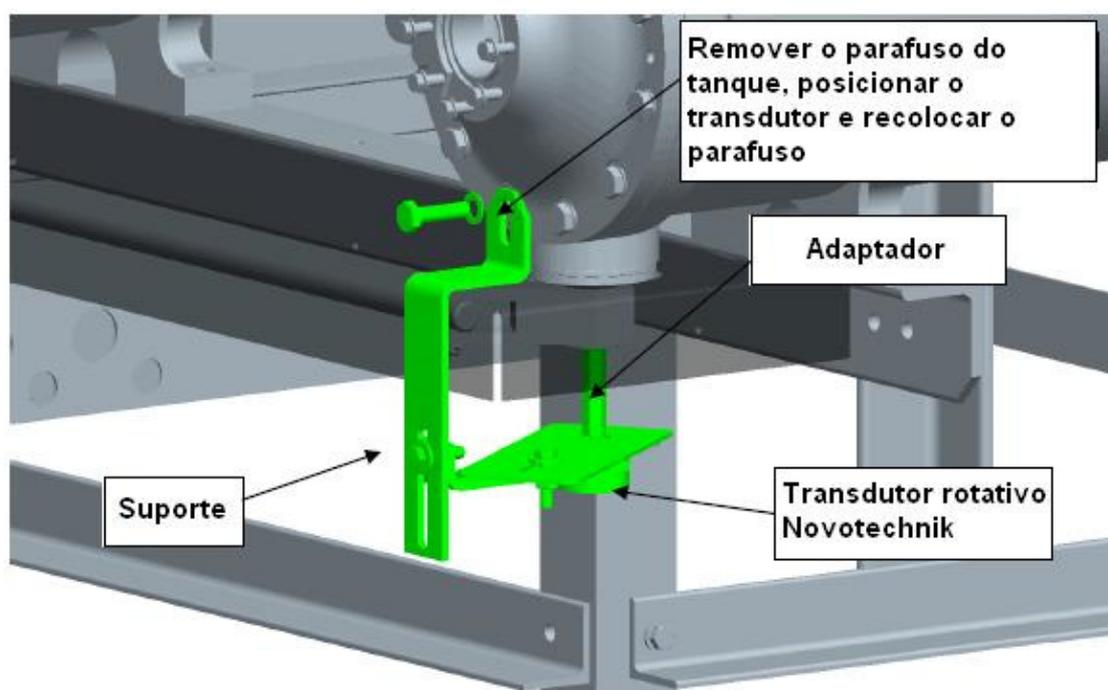

Figura 10: Montagem do Suporte do Transdutor Novotechnik na Tampa Final
1. Remover o parafuso e a arruela da tampa final do tanque (Figura 10). Reservá-los para reutilização.